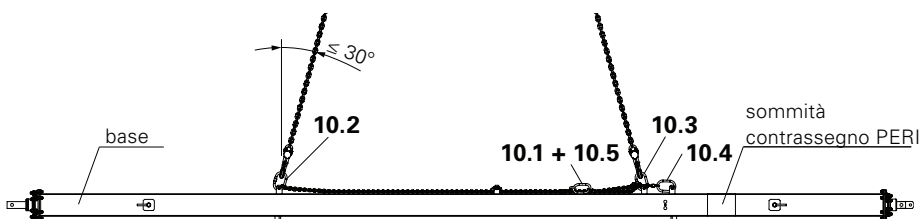

Fig. A3.08
3. Sollevare il puntello con la gru. (Fig. A3.08)